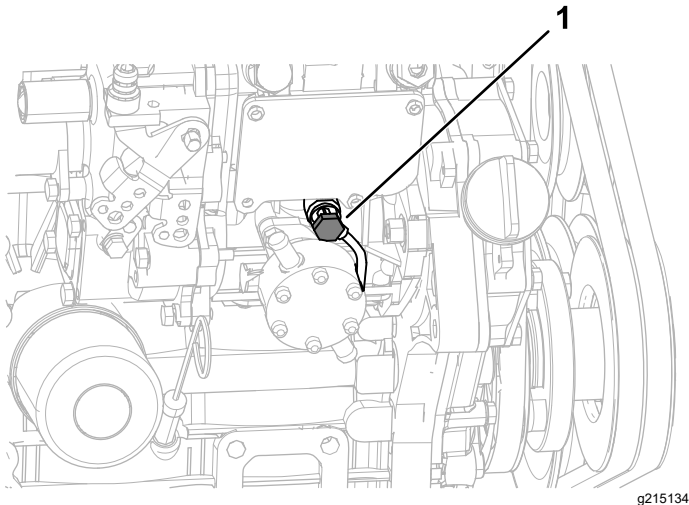

Figure 65
6. Desserrez la vis de purge sur la pompe d'injection (Figure 65).
8. Serrez la vis de purge d'air (Figure 65).